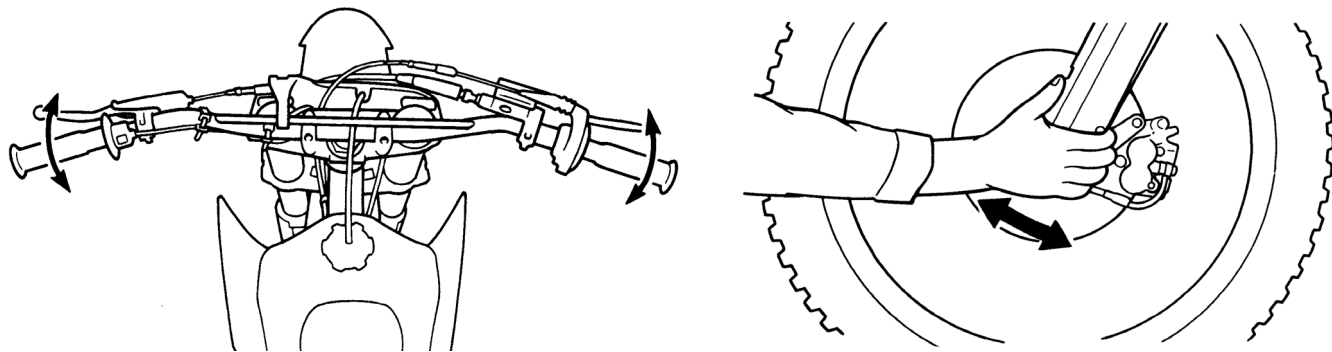

Рисунок 5.27. Проверка рулевой колонки
2. Встаньте перед мотоциклом. Возьмитесь за вилку в районе передней оси (см. рис. 5.27) и потяните вилку по направлению к двигателю и обратно несколько раз. Если подшипники изношены, Вы почувствуете люфт или даже услышите щелчок / глухой удар.